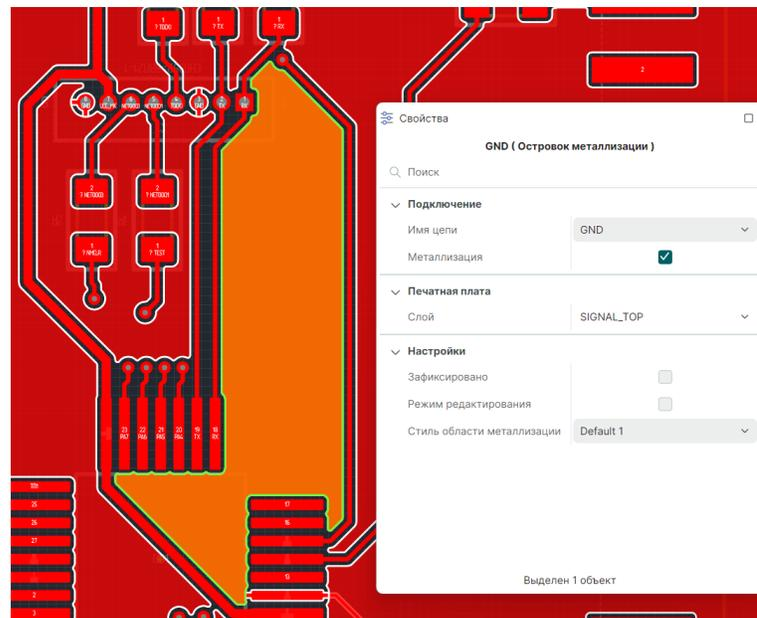

Рис. 498 Выделение острова области металлизации
1. Выделите островок металлизации, геометрию которого требуется изменить, см. Рис. 498.